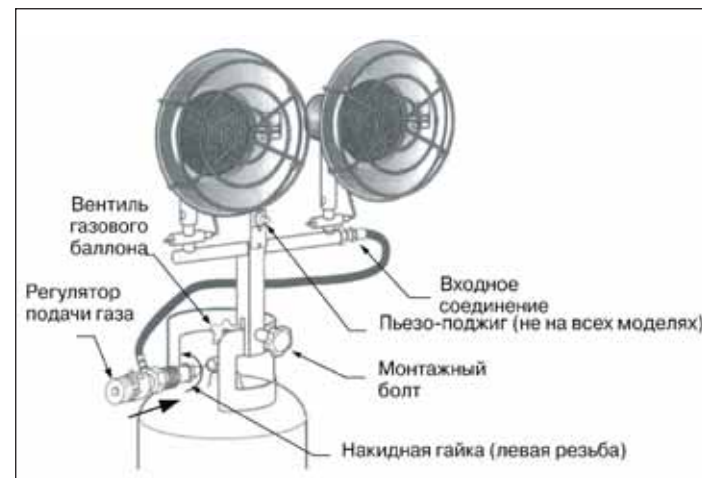

Рис.4. Внешний вид нагревателя, установленного на газовом баллоне.
4.3. При первом использовании нагревателя подсоедините гибкий шланг подачи газа от регулятора к входному отверстию газопровода и затяните с помощью газового ключа (рис.4). В дальнейшем это соединение разъединять не нужно.